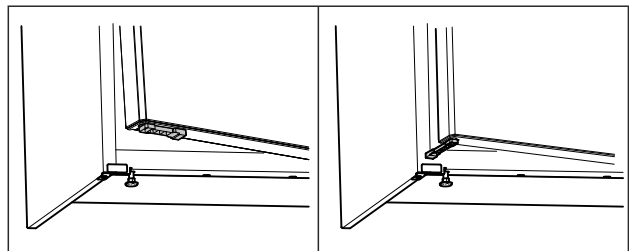

Fig. 56 *
- ▶ Drej døråbningsbegrænseren 90°. (se Fig. 56) *